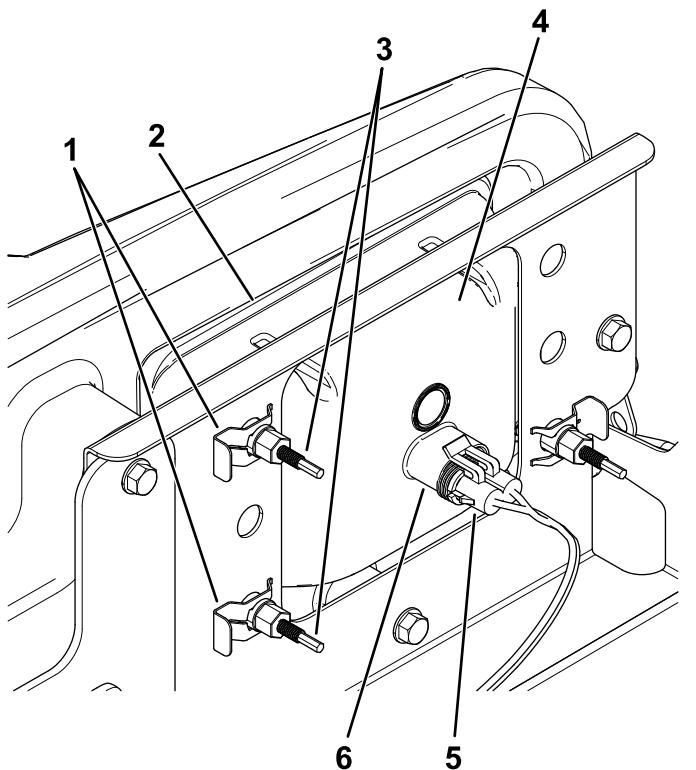

Figura 47
3. Desligue o conector elétrico para a cablagem do conector do conjunto da lâmpada (Figura 47).
4. Retire os clipes rápidos que fixam o farol ao respetivo suporte (Figura 47).
5. Retire o conjunto do farol movendo-o para a frente através da abertura no pára-choques dianteiro (Figura 47).
6. Instale o novo farol através da abertura no pára-choques (Figura 47).
8. Ligue o conector elétrico para a cablagem ao conector do conjunto da lâmpada (Figura 47).
5. Na parte traseira do conjunto de faróis, rode os parafusos de ajuste (Figura 47) para inclinar o conjunto dos faróis e alinhar a posição do feixe.